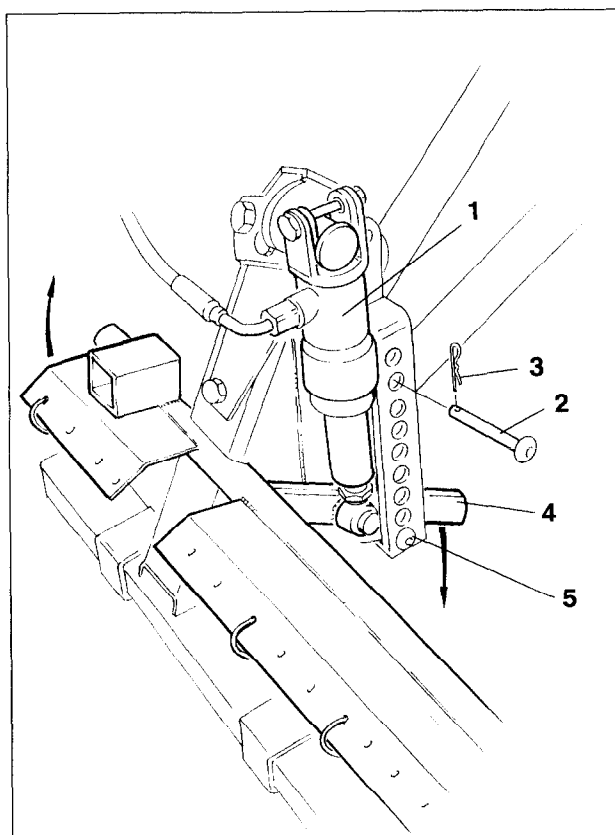

Fig. 11.8
Deux axes (fig. 11. 7/5 et fig. 11.8/5) logés dans le secteur de réglage servent de butées de fin de course au vérin hydraulique. La butée (fig. 11. 7/4) est en contact avec l'axe (fig. 11. 7/5) lorsque le vérin hydraulique est en échappement, et avec l'axe (fig. 11. 8/5) lorsque le vérin hydraulique est mis en pression.
- Mettez le vérin hydraulique (fig. 11.8/1) en pression.